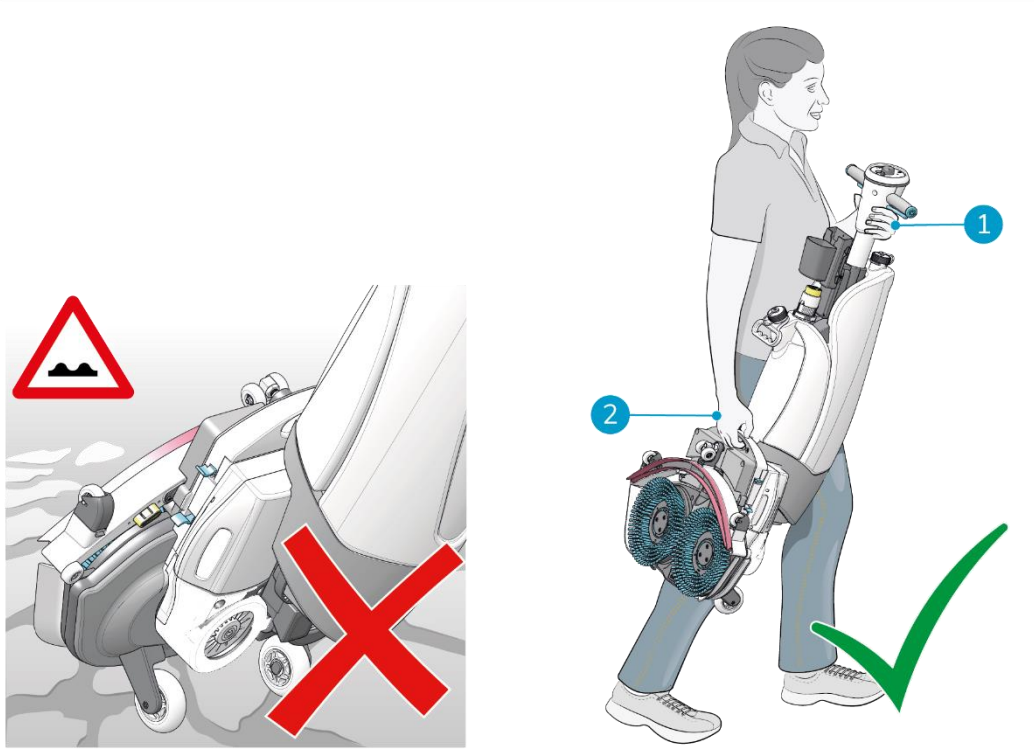

Figura 7
- Transporte la i-mop XL Pro con una mano (Figura 7 pos. 2) mientras sujeta el mango con la otra mano (Figura 7, pos. 1).